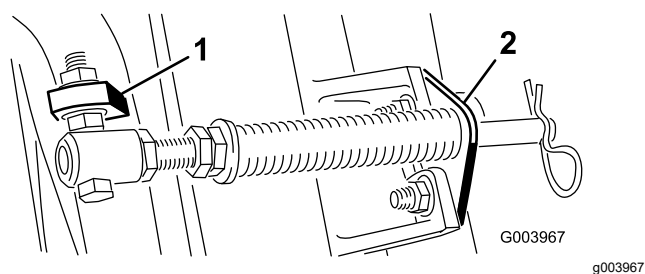
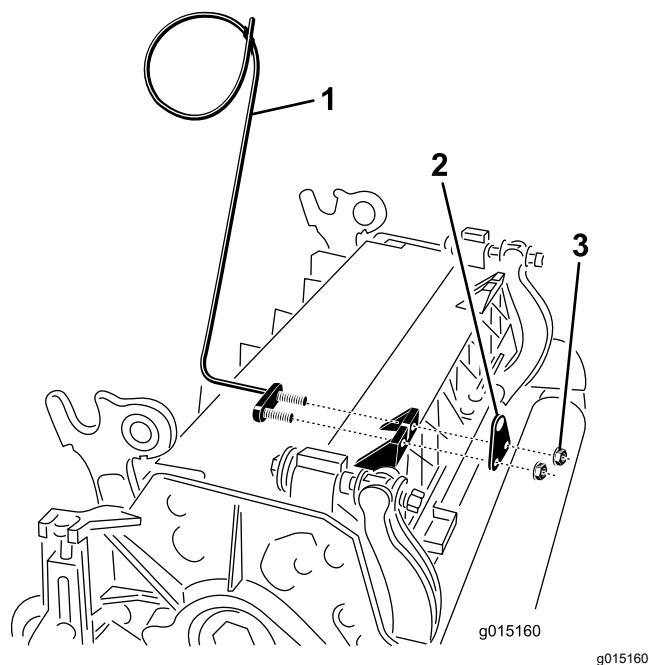

図 11
図 13
注 ボルトは、図 11に示すように、頭部が外側にくるように取り付ける。
- E. カッティングユニットのタブにロッドブラケットを取り付け、キャリッジボルト2本とナットで固定する図 11。ロッドブラケットの再取り付けを行うときに、カッティングユニットのタブの前に、左ホースガイドを取り付ける図 13。